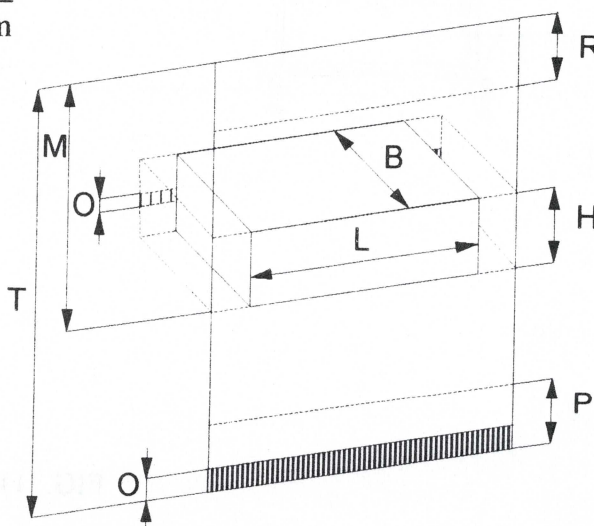

FIG.: 11.1
La longueur [T, FIG.: 11.1] du matériau d'emballage doit non seulement permettre d'entourer complètement le produit, mais également comprendre un recouvrement (O) pour la réalisation de la soudure longitudinale.